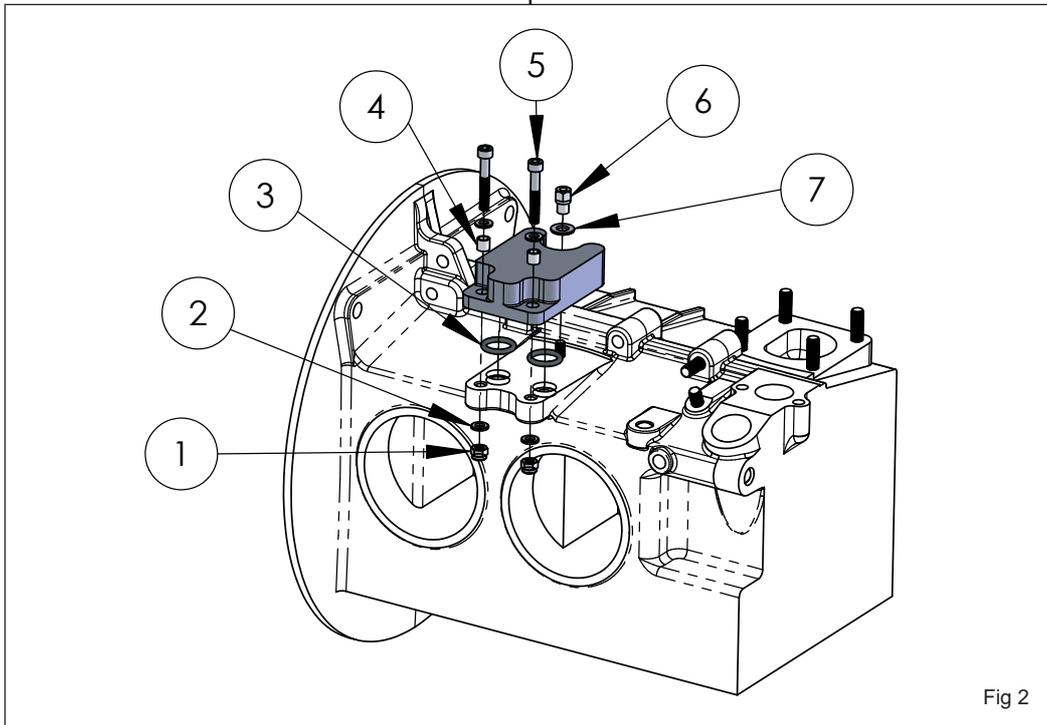

Fig 2
(see Fig. 2)
(Siehe Fig. 2)
- Legen Sie die beiden O-Ringe (3) auf die Ölbohrungen am Motorgehäuse.
- Befestigen Sie den Kurzschlussdeckel am Stehbolzen mit Scheibe M8 (7) und Schafmutter M6 (6).
- In die beiden Durchgangsbohrungen Fig 2 stecken Sie erst die beiden Buchsen (4) und dann die zwei Schrauben M6x40 (5) mit Scheiben M6 (2) von oben durch und sichern sie jeweils mit Scheibe M6 (2) und selbstsichernder Mutter M6 (1).